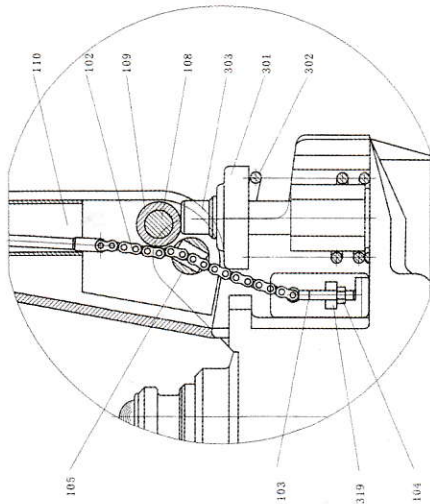

Рисунок 3
**2.2.** Оставьте ручку управления (117) в положении «**LOWER**» («ОПУСКАНИЕ»), затем вручную пропустите сборку из установочной гайки (104), регулировочного болта (103) и цепи (102) через отверстие в оси (105) (см. рис. 3).
**2.4.** Оставьте ручку управления (117) в положении «**RAISE**» («ПОДЪЕМ»), затем поднимите пластину рычага (319) со штифтом (№ 2) и вставьте регулировочный болт (103) в передний паз пластины рычага (319). Обратите внимание на то, чтобы установочная гайка (104) была с нижней стороны пластины рычага (см. рис. 3).